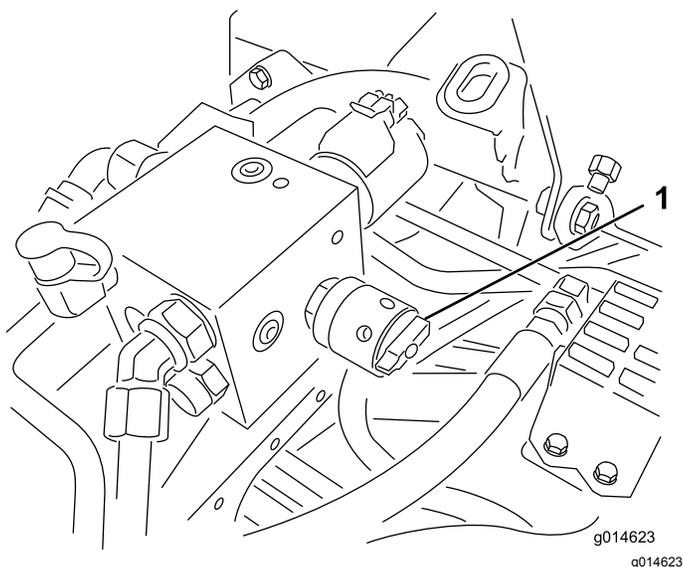

図 49
4. リールの速度を設定するには、リール速度コントロールのノブ(図 49)を回して、ノブの矢印を、ステップ3で決めた数値に合わせる。